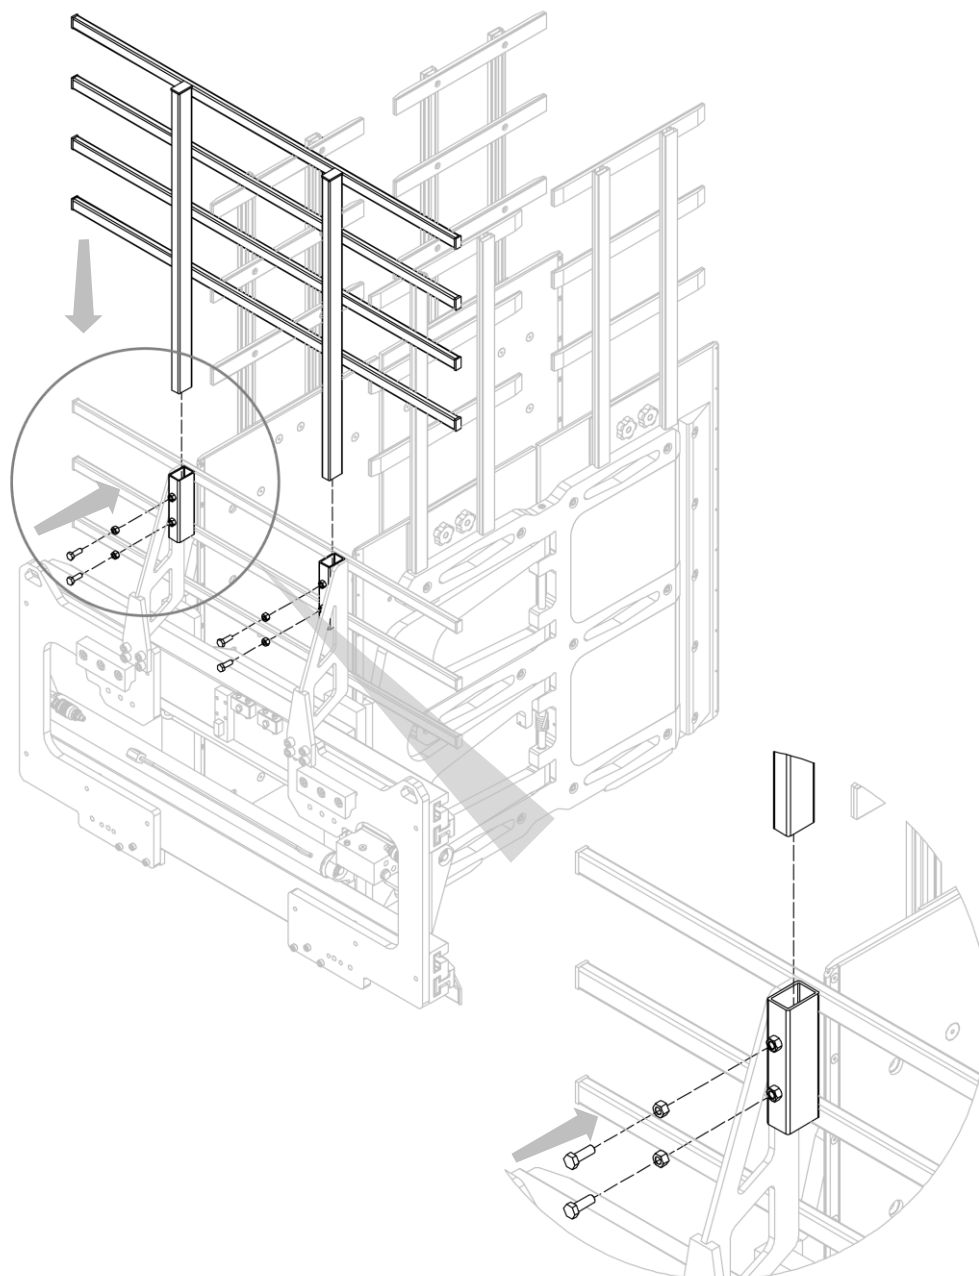

Figura 44
4. Montare la parte superiore del telaio reggicarico, attraverso apposite viti e controdadi (vedi Figura 44).